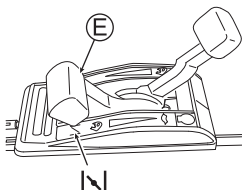

Fig. 11
- 3 Placez la Manette des gaz (E) sur la position Obturation "||". (Voir Fig. 11) (Vous pouvez démarrer le moteur en plaçant la manette sur "||" lorsque le moteur est chaud.)